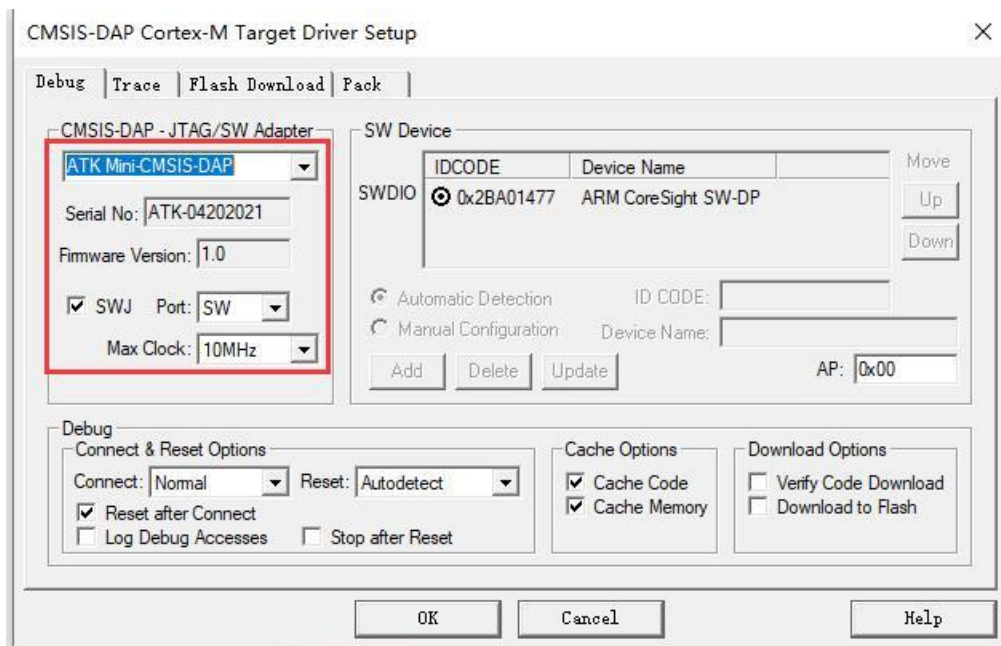

图 5.1 DAP 设置
- ① 调试器设置错误，最新版本的调试器使用的是我们的 ATK-Mini DAP, 所以需要在 MDK 里面设置调试器为 CMSIS-DAP Debugger，如图 5.1 所示：